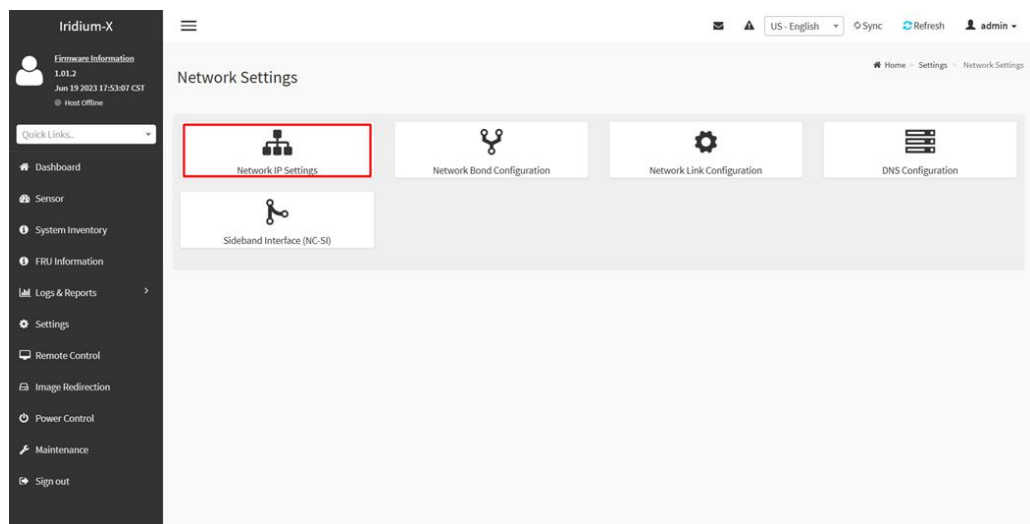

Рисунок 47 – Раздел Network Settings
2) Перейдите во вкладку «Network IP Settings» (см. Рисунок 47).